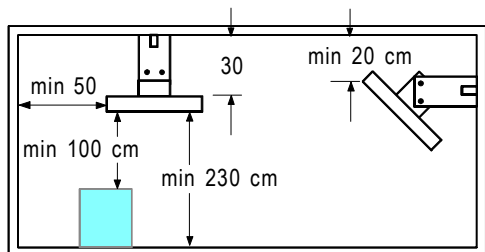

Fig.1
1. Energoinfra may be wall or ceiling mounted (horizontally), where the lowest fitting height is 2.3m from floor level. Minimum distance to the long side of the heater is 50 cm and to the ends 35 cm (see Fig.1, minimum distance in cm to combustible items). Note! Do not cover the heater or direct it towards combustible items. Fixed heaters must not be mounted in front of a socket outlet.
2. One set of ceiling/wall brackets are supplied with the heater. For fixing distance C/C, see Fig.2 and the table. The brackets can be angled for wall mounting, see Fig.1. If the heater is to be fitted on chains, wires etc, these items have to be ordered separately.
1. Energolnra monteras horisontellt i tak eller på vägg, där lägsta monteringshöjd är 2,3 m från golvet. Min.avstånd till värmarens gavel är 35 cm och på långsidan 50 cm (se fig. 1 minimiavstånd i cm till fasta brännbara föremål). OBS! Värmaren får ej övertäckas eller riktas mot brännbara föremål och ej heller monteras direkt under ett uttag.
1. Les Energolnra Industrie peuvent être montés au plafond ou en applique sur les murs (l'horizontale) avec une hauteur minimale à partir du sol est de 2m30 (Donnée constructeur). En France, le respect de la CH 53 impose une hauteur minimale de 3 mètres. La distance minimale à respecter entre tout obstacle et les côtés les plus longs de l'appareil est de 50 cm, cette distance est de 35 cm vis-à-vis des autres côtés. La figure 1 montre les distances minimales à respecter lors de l'installation. Attention!: Ne pas couvrir l'appareil ou le diriger sur des matériaux combustibles. L'appareil ne doit pas être branché directement sur une prise murale!
2. Un jeu de consoles de fixation pour montage au plafond ou mural est fourni avec l'appareil de chauffage. Pour connaître la distance à respecter entre les consoles, se reporter à la figure 2 et au tableau de référence. Les consoles de fixation permettent d'incliner les appareils dans le cas d'un montage mural (Voir Fig. 1). Pour une installation par chaînettes ou tiges filetées, ces accessoires non fournis sont à la charge de l'installateur.
1. Energolnra kann an der Decke oder an der Wand montiert werden (horizontal). Die niedrigste Montagehöhe ist 2,30 m. Der Minimum abstand von der Längsseite des Heizkörpers beträgt 0,50 m, zu den Enden 0,35 m (s. Abb. 1, Minimum abstand in cm zu entzündlichen Gegenständen). **ACHTUNG!** Den Heizkörper niemals abdecken oder direkt auf entzündliche Gegenstände richten. Befestigen Sie den Heizkörper nicht unter einem Wandschalter!
2. Ein Satz von Decken / Wandhalterungen wird mitgeliefert. Den Halterungsabstand C/ C entnehmen Sie Fig. 2 und der Tabelle. Die Halterungskann für die Wandmontage gebogen werden (siehe Fig. 1). Wird der Heizkörper mit Hilfe von Ketten, Kabeln etc. befestigt, müssen diese Gegenstände gesondert bestellt werden.